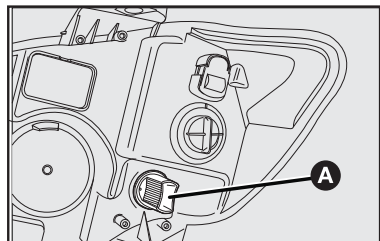

fig. 33
- 1) Retirar o porta-lâmpada **A-fig. 33** girando-o no sentido anti-horário;
- 3) Depois de substituir a lâmpada, recolocar o porta-lâmpada **A-fig. 33** girando-o no sentido horário.